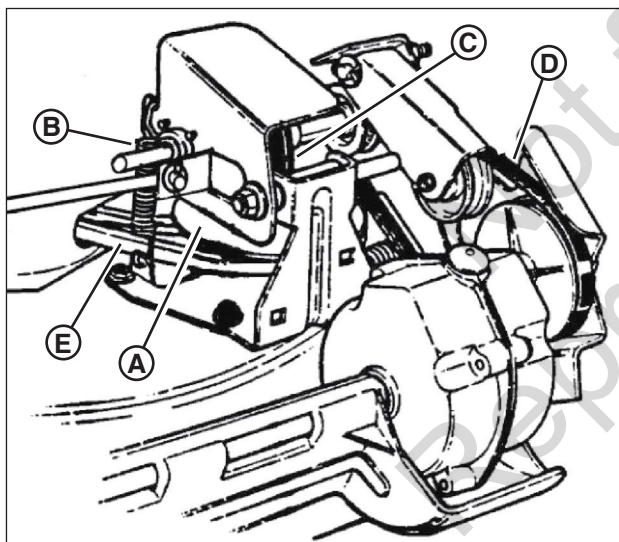

Figure 23: Composants d'entraînement de roue
1. De la graisse sur le disque d'entraînement (**A**, **Figure 23**) provoquant un glissement.